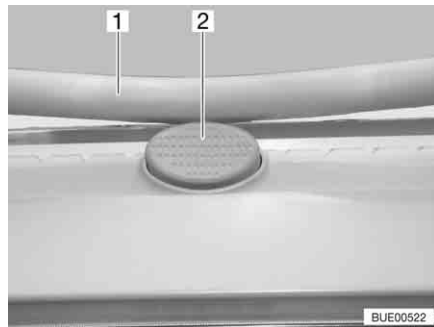

Bild 68 Sicherungsknopf an der Heki-Dachhaube
- Den Sicherungsknopf (Bild 68,2) drücken und den Bügel (Bild 68,1) mit beiden Händen nach unten ziehen.
- Den Bügel mit beiden Händen nach oben drücken, bis der Bügel oberhalb des Sicherungsknopfes (Bild 68,2) liegt.